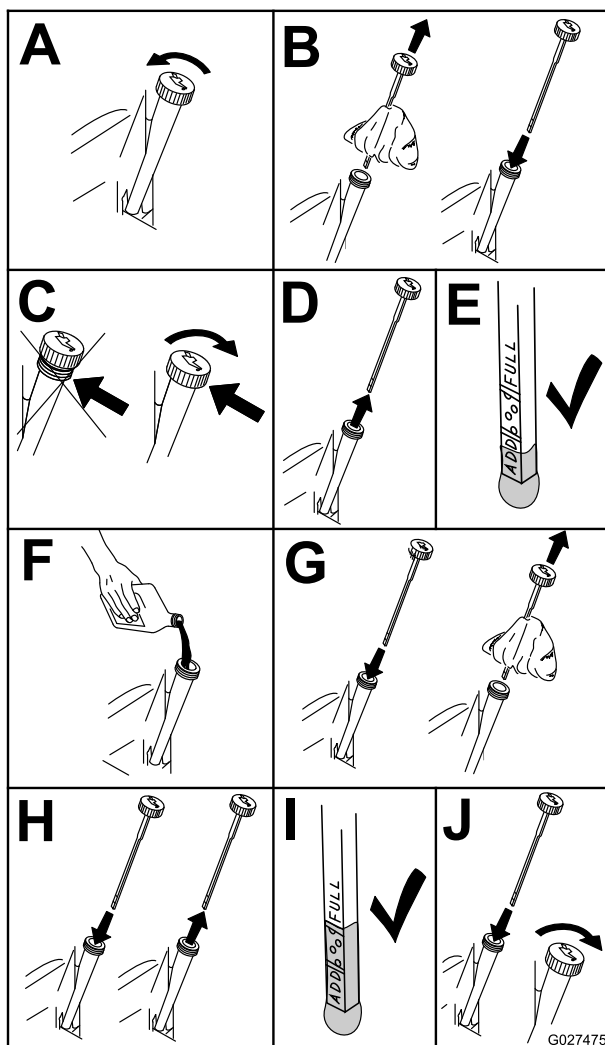

Bild 44
4. Prüfen Sie den Ölstand im Motor (Bild 44).